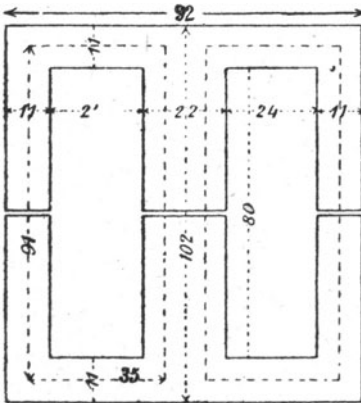

Fig. 143.
**Lösung:** Wir legen das in Fig. 143 dargestellte Eisengestell, dessen bewickelter Querschnitt ein Quadrat von 2,2 cm Seitenlänge ist,
Nach Fig. 143 ist  $l_0 = 2(91 + 35) = 252 \text{ mm}$ .